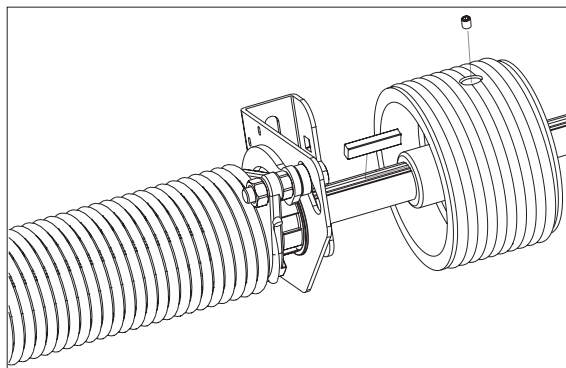

Рис.26.1
- После закрепления нижних кронштейнов на секции полотна ворот следует установить шпонку и зафиксировать положение барабана, затянув установочный винт (рис.26.1).